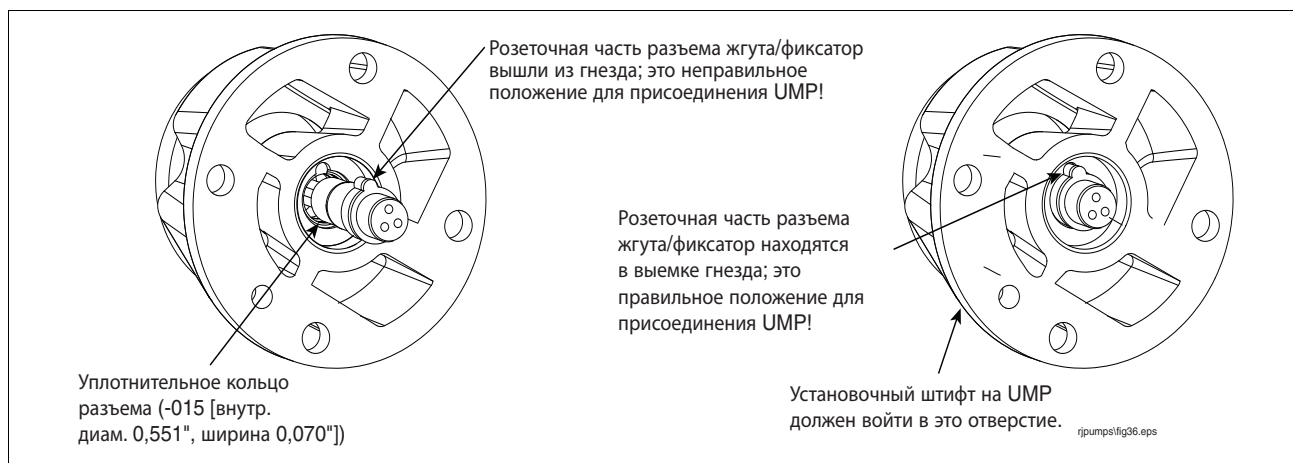

Рис. 28. Проверка правильности положения розеточной части разъема жгута
8. Вытяните разъем жгута из нагнетательной головки настолько, чтобы видеть уплотнительное кольцо на боковой стенке гнезда разъема (см. рис. 28). Извлеките из гнезда и утилизируйте уплотнительное кольцо разъема. Возьмите из крепежного/уплотнительного комплекта уплотнительное кольцо с внутренним диаметром 0,551" и шириной 0,070" и смажьте его техническим вазелином на нефтяной основе. Сдвиньте новое уплотнительное кольцо по разьему жгута и вставьте его (кольцо) в канавку боковой стенки гнезда разъема. Смажьте корпус разъема техническим вазелином на нефтяной основе и вставьте разъем в гнездо так, чтобы установочный выступ разъема вошел в выемку гнезда.
10. Совместите и вставьте установочный штифт UMP в соответствующее отверстие на нагнетательной головке (см. рис. 28) и вручную установите UMP на место. Прежде чем затягивать крепежные болты, убедитесь в том, что UMP плотно прилегает к нагнетательной головке.
11. Протолкните провода жгута в гнездо разъема так, чтобы они вышли в отсек электропроводки пакера. Вотрите некоторое количество технического вазелина в наружную поверхность разъема жгута и вставьте разъем в гнездо в нагнетательной головке. Установочный выступ разъема должен войти в выемку в гнезде (см. правую половину на рис. 28 на стр. 38).
13. Совместите и вставьте установочный штифт UMP в соответствующее отверстие на нагнетательной головке (снова см. рис. 28 на стр. 38) и вручную установите UMP на место. Прежде чем затягивать крепежные болты, убедитесь в том, что UMP плотно прилегает к нагнетательной головке.